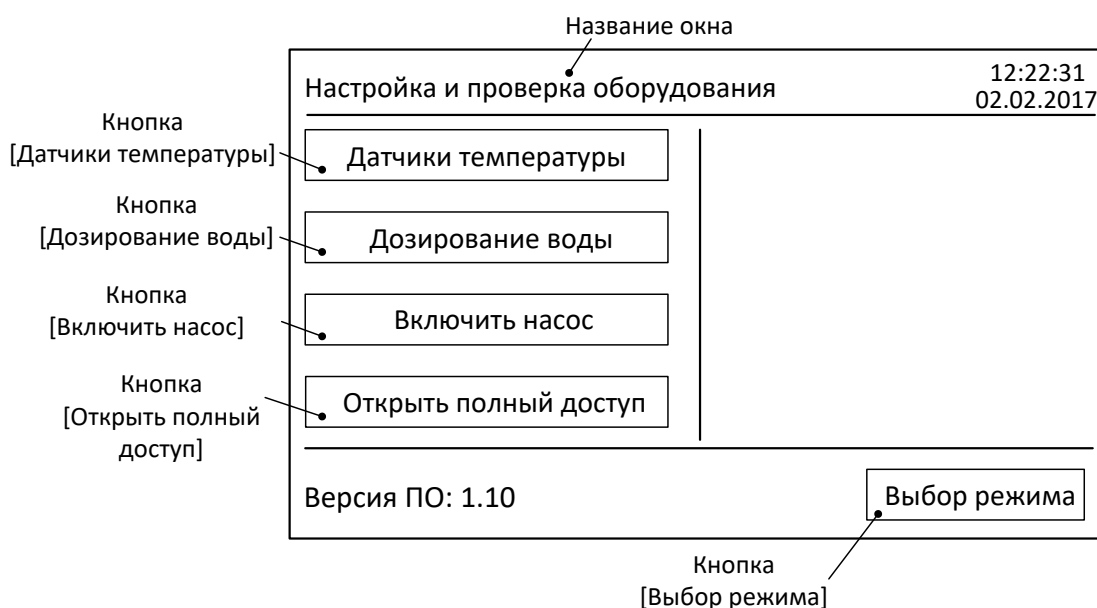

Рисунок 9 – Окно настройки и проверки оборудования
4.2.6 Установить гибкую трубку на место в штуцер подвода воды. Это происходит путём вталкивания трубки в центр синего кольца БРС до упора, без нажатия на само кольцо. Выйти из окна «Настройка и проверка оборудования» нажатием кнопки [Выбор режима] (рисунок 9).